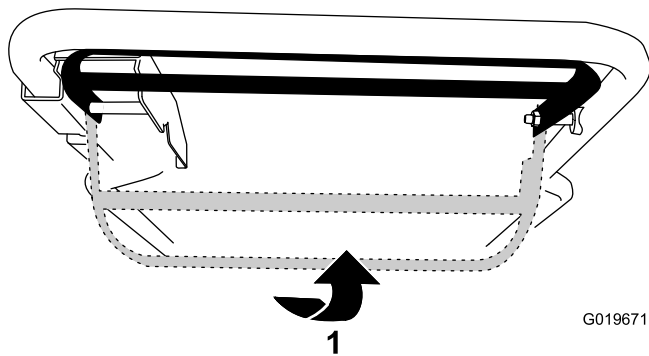

Figura 15
- **Utilizar a transmissão autopropulsora sem engatar a lâmina:** Erga a barra de controlo da lâmina em direção à pega (Figura 15).